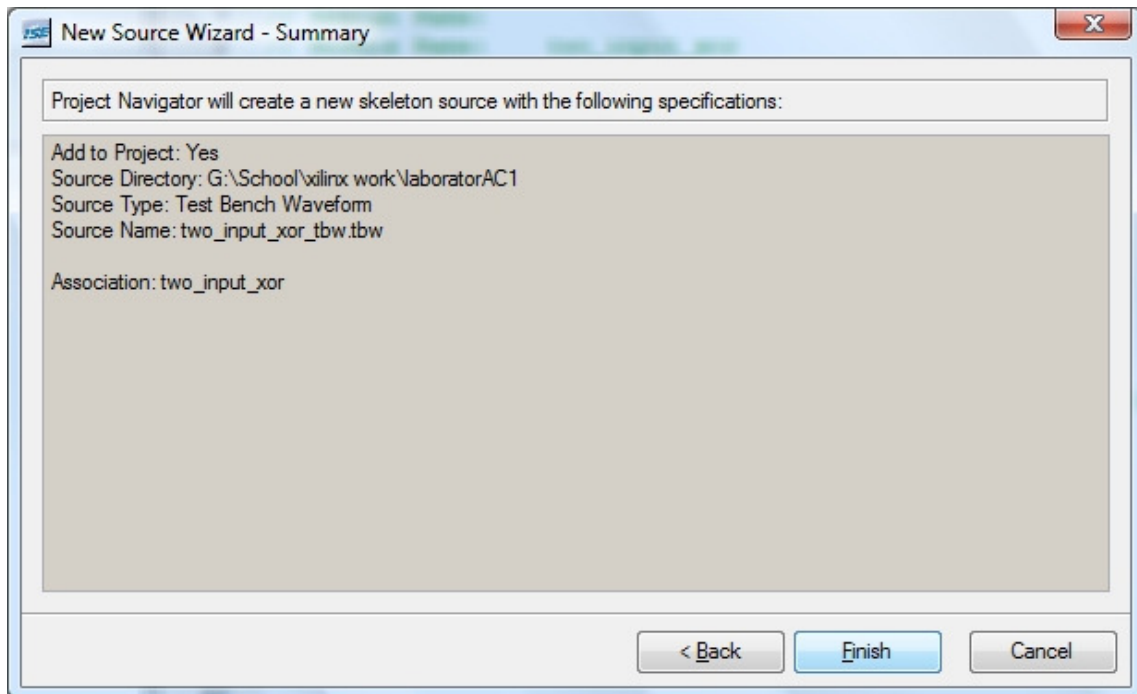

Figura 4.4
- La finalizarea crearii fisierului sursa, va aparea sumarul setarilor (Figura 4.4)